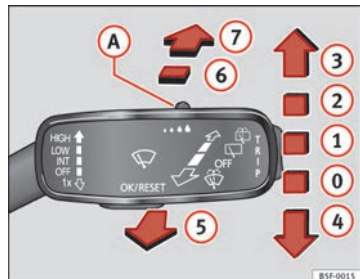

Fig. 70 Utilização do limpa pára-brisas e do limpa-vidros traseiro.
- Pressione o manípulo do limpa pára-brisas brevemente para baixo ⇒ Fig. 70 ④.